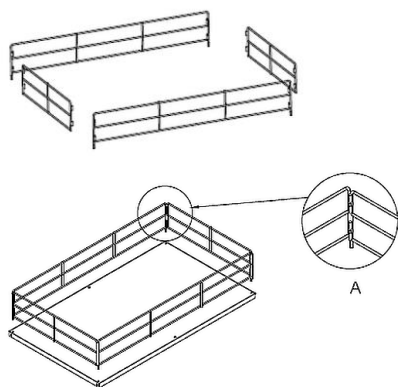

Fig. 1
1. D'abord, fixer les rambardes à la tablette supérieure. Raccorder les parties avant et latérales de la rambarde à l'aide de vis de fixation (fig. 1, A).